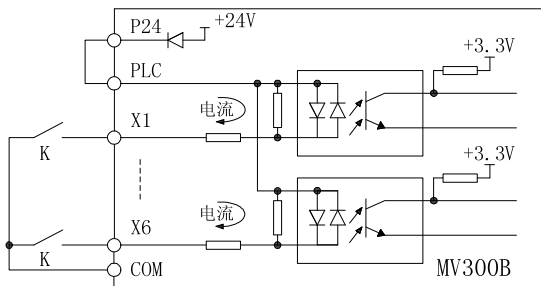

图3-12使用变频器内部+24V电源连接方式
- 1) 使用变频器内部的+24V电源，接线方式如图3-12所示。